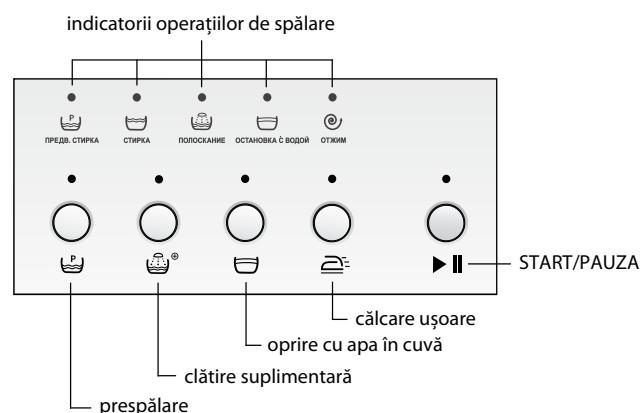

Figura 3 – Afisajul și butoanele de comanda
Fiecare buton are un indicator și este marcat cu simbol pe panoul de comandă, în conformitate cu Figura 3. Pentru a selecta funcția auxiliară dorită, apăsați butonul corespunzător.
**1.4.1** Pentru a selecta funcția auxiliară, apăsați butonul corespunzător acestei funcții – se aprinde indicatorul în conformitate cu Figura 3. La apăsare repetată, indicatorul de lumină se stinge, funcția se anulează.